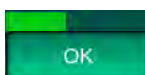

Fig. 3-16 Fremhævet ikon *Priming*
Hvis der skal trykkes på en knap for at gå videre til den næste maskinbetjeningsfase (fx starte priming, gå ind i behandling), fremhæves denne knap med en blinkende ramme (se Fig. 3-16, ①).